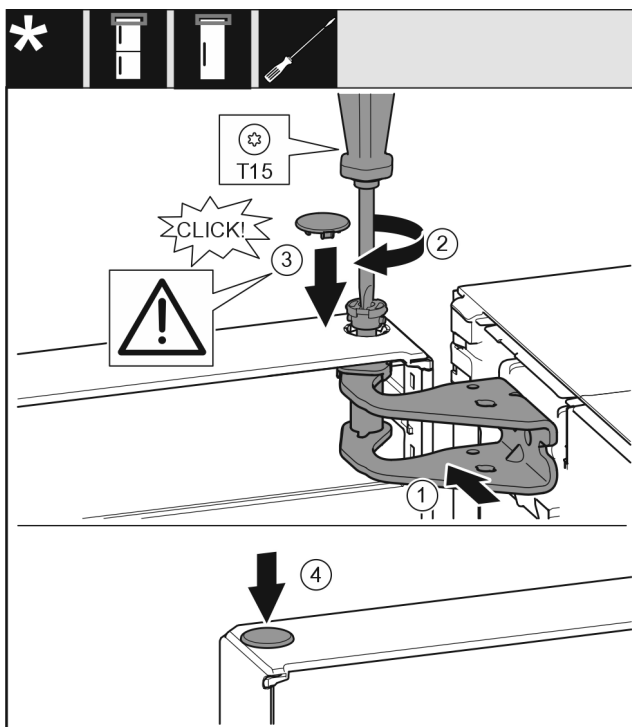

Fig. 23
- ▶ Tür oben zur Öffnung im Lagerbock *Fig. 23 (1)* ausrichten.
- ▶ Bolzen *Fig. 23 (2)* einsetzen und mit Schraubendreher festschrauben.
- ▶ Abdeckung *Fig. 23 (3)* einsetzen.
- ▶ Kontrollieren, dass die Abdeckung *Fig. 23 (3)* auf der Tür aufliegt.
- ▶ Abdeckung *Fig. 23 (4)* einsetzen.